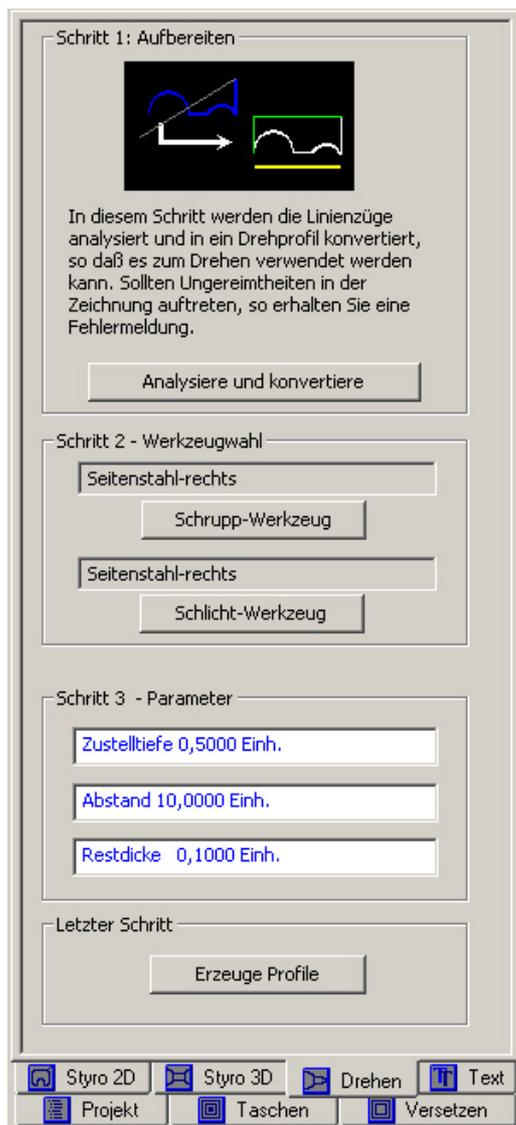

Abb.2.31: Option Drehen
Wir wählen jetzt aus der **Funktionsleiste (3)** durch Mausklick die Option **Drehen**, um unsere Einstellungen vorzunehmen (Abb.: 2.31):